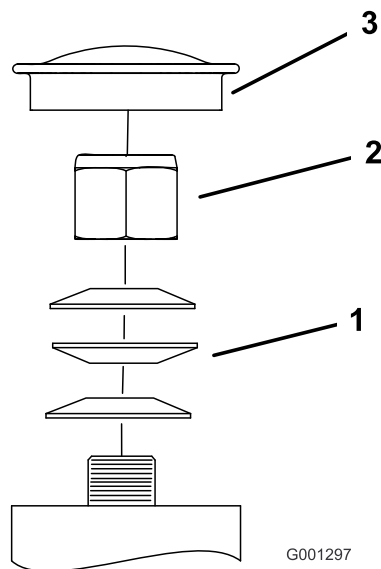

Figura 52
3. Togliete lo scodellino parapolvere dalla ruota orientabile e serrate il dado di bloccaggio (Figura 52).
4. Serrate il dado di bloccaggio finché le rondelle elastiche non sono piatte, quindi allentate di un quarto di giro per mettere a punto il precarico sui cuscinetti (Figura 52).
Importante: Verificate che le rondelle elastiche siano correttamente montate, come riportato nella Figura 52.
5. Montate gli scodellini antipolvere (Figura 52).